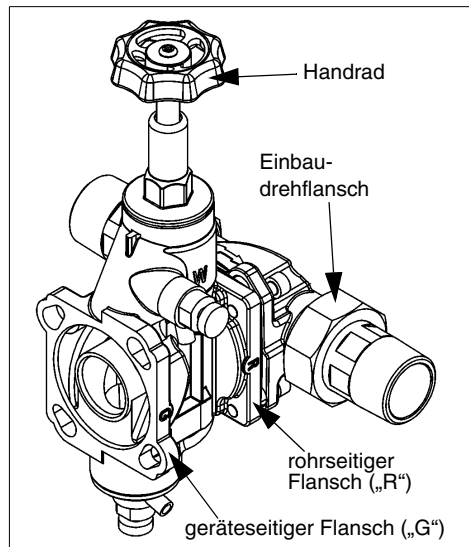

Abb. 8: Umgehungsventil
- Das Umgehungsventil auf der mit dem eingegossenen Buchstaben „R“ (Rohr) gekennzeichneten Flanschseite mit dem Einbaudrehflansch durch Einrasten des Bajonetts verbinden (siehe Abb. 8).